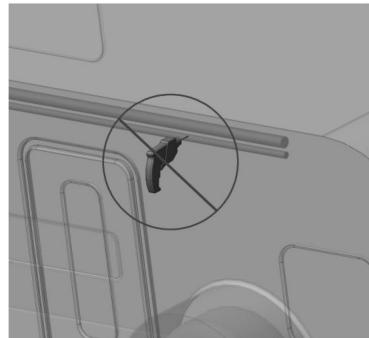

Figure C3
2. Avant l'installation, vérifiez si des nervures de renfort sont présentes à l'emplacement de la carrosserie du véhicule utilisé pour fixer le support d'installation et s'il y a des obstacles tels que de l'eau, de l'électricité et d'autres conduites à l'emplacement du perçage (Figure C3). Vous pouvez également vous renseigner auprès du concessionnaire automobile pour obtenir des informations pertinentes.